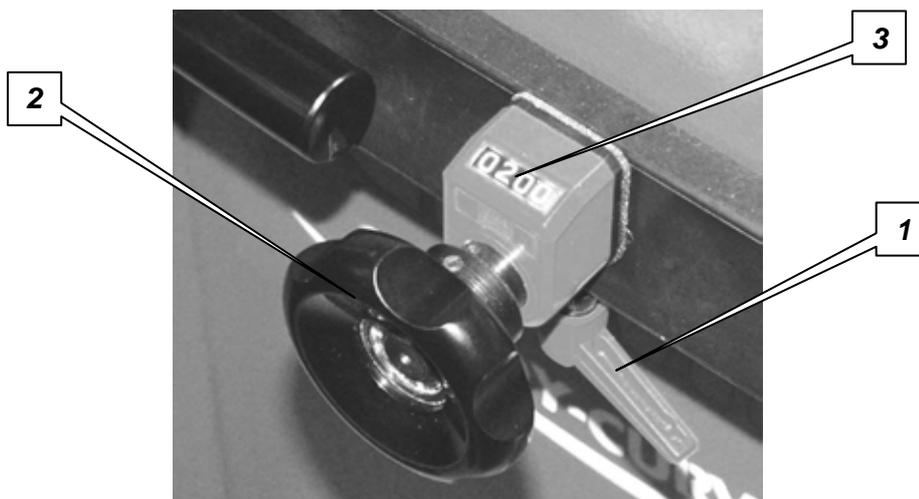
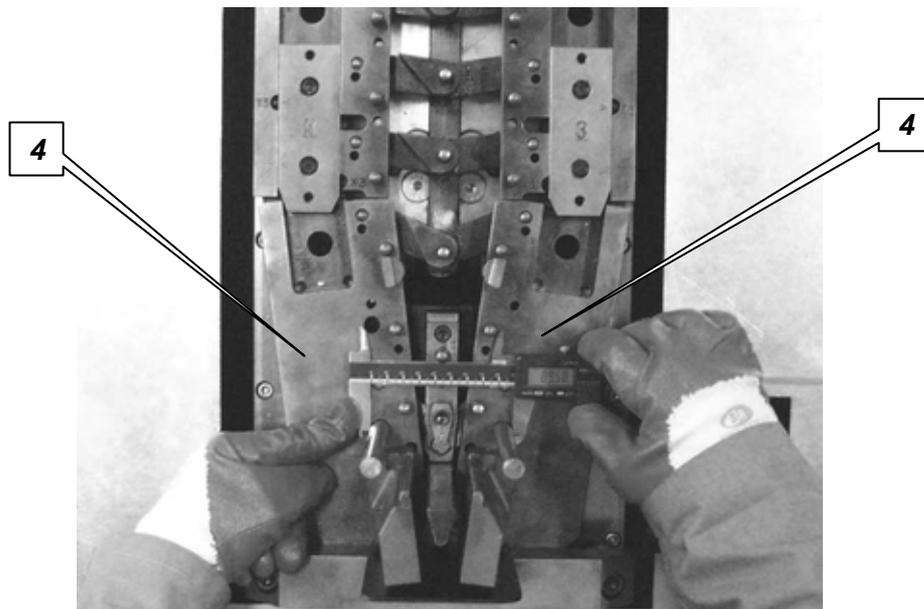

Figura 5.16 – Impostazione dell'indicatore
Figura 5.17 – Chiusura dei bracci
3. ruotare la leva **1** per liberare la rotazione della manopola **2** (figura 5.16);
4. ruotare la manopola **2** per impostare sull'indicatore **3** il numero 200 (figura 5.16);
5. azionare, con il piede, il pedale chiudendo i bracci **4** (figura 5.17) e misurare l'apertura dei perni mantenendo il pedale azionato. Se l'apertura misurata è pari a 89,6 mm la stazione non necessita di taratura; in caso contrario passare al punto 6;
6. aprire e chiudere i bracci **4** girando la manopola **2** fino ad ottenere l'apertura dei perni di 89,6 mm (figura 5.17 e figura 5.16);
7. bloccare la rotazione della manopola **2** ruotando la leva **1** (figura 5.16);